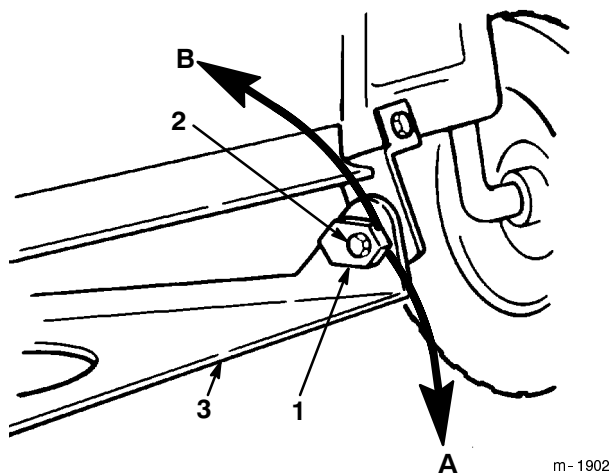

Figure 48
8. Réglez l'inclinaison avant/arrière en tournant les écrous spéciaux situés de part et d'autre du pivot (Fig. 48).
9. A l'aide d'une clé de 1 pouce, tournez lentement l'écrou de réglage d'inclinaison gauche en bas pour relever l'avant de la machine et en haut pour l'abaisser (Fig. 48). Tournez l'écrou jusqu'à ce que l'avant de la machine soit de 6 à 16 mm plus bas que l'arrière.